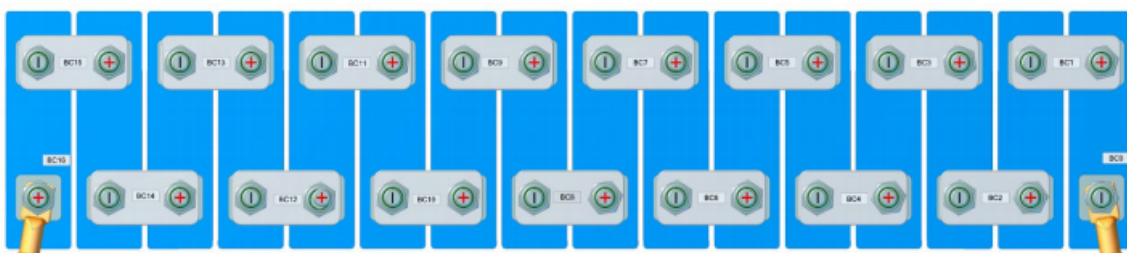

Bild 1: exempel seriekoppling av 16st celler (16S - vanligt vid 48V koppling)
1. Seriekopplade celler enligt bild 1 för 48V med hjälp av Busbars
7. Anslut + på sista cellen i serien (BC16 i bild 1) till säkring och huvudströmbrytare.